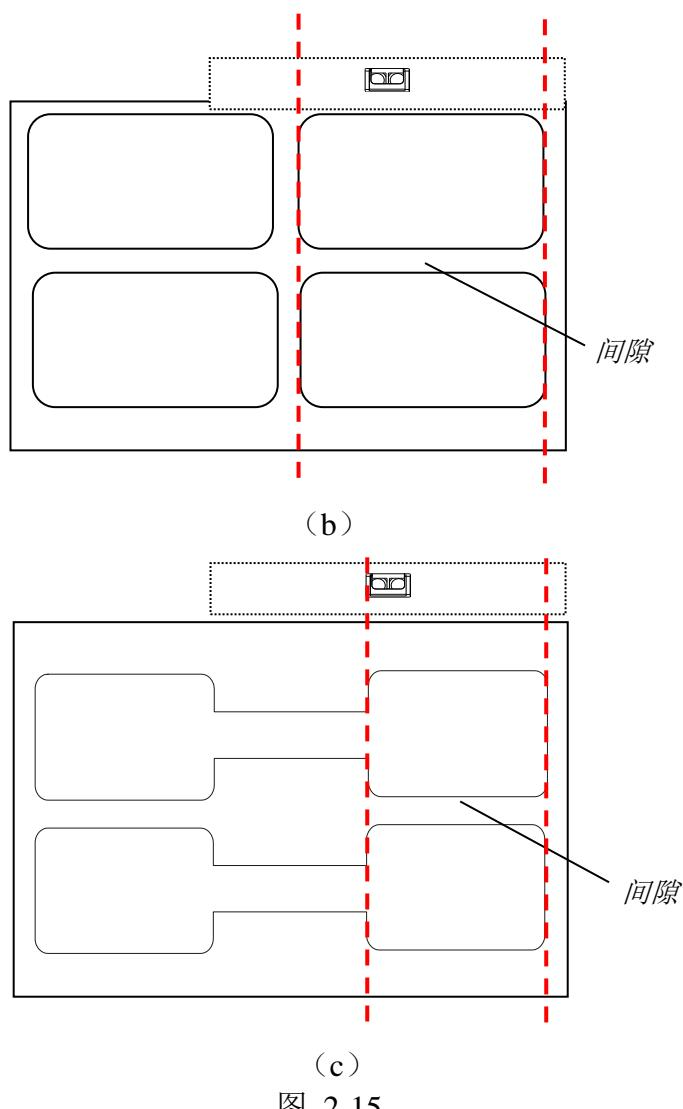

图 2-15
- 选择反射式纸张探测方式时, 需根据不同标签纸确定纸张探测器的位置, 请参考图 2-15 (a) (b) (c), 将纸张探测器移动到红色虚线范围内的任意位置即可。